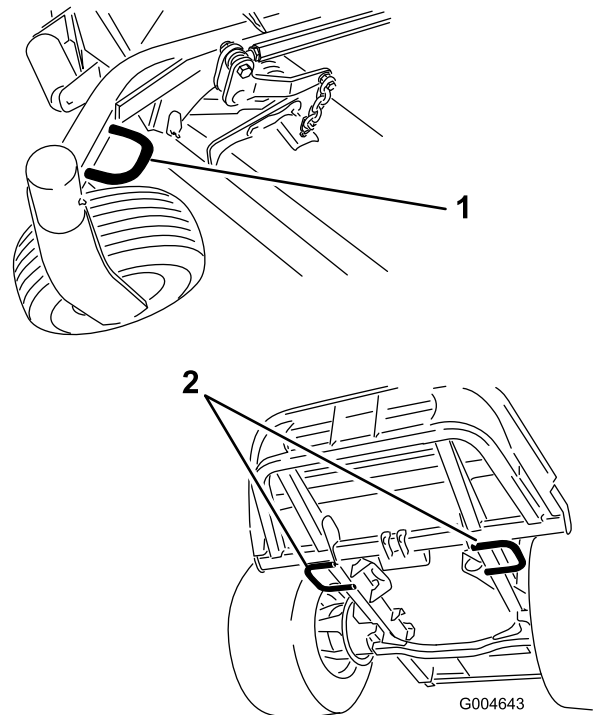

Figure 40
- Arrimez solidement la machine sur la remorque ou le véhicule de transport avec des sangles, des chaînes, des câbles ou des cordes, selon les exigences de la réglementation locale en vigueur dans votre région (Figure 40).